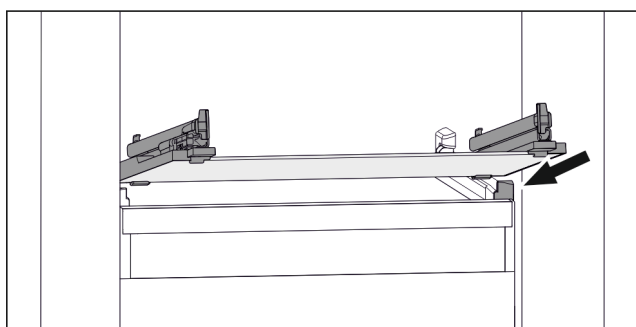

Fig. 47 Primjerm prikaz staklene ploče
- ▶ Stavite ladicu ukoso iza zaustavljača. (pogledajte Fig. 47)